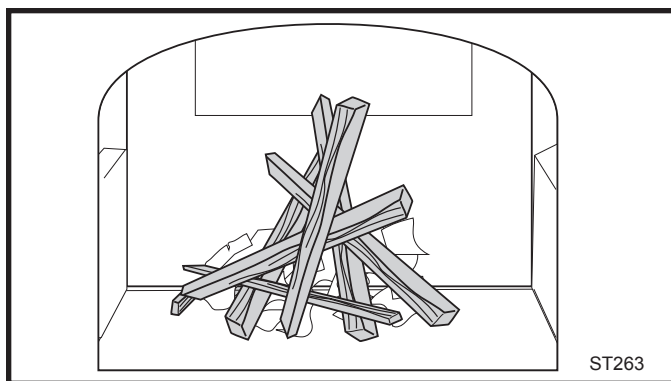

Fig. 37 Allumez le feu avec le papier et le bois d'allumage.
2. Mettez plusieurs feuilles de papier chiffonnées dans le poêle. Placez sur le papier, six ou huit morceaux de bois d'allumage fin et sec. Sur cette couche de bois, rajoutez deux ou trois gros morceaux de bois sec d'environ 25 à 51 mm (1 à 2 po) d'épaisseur. (Fig. 37)
- Remettez le cendrier à sa place initiale dans le poêle et verrouillez la porte de la fosse aux cendres. (Fig. 37)